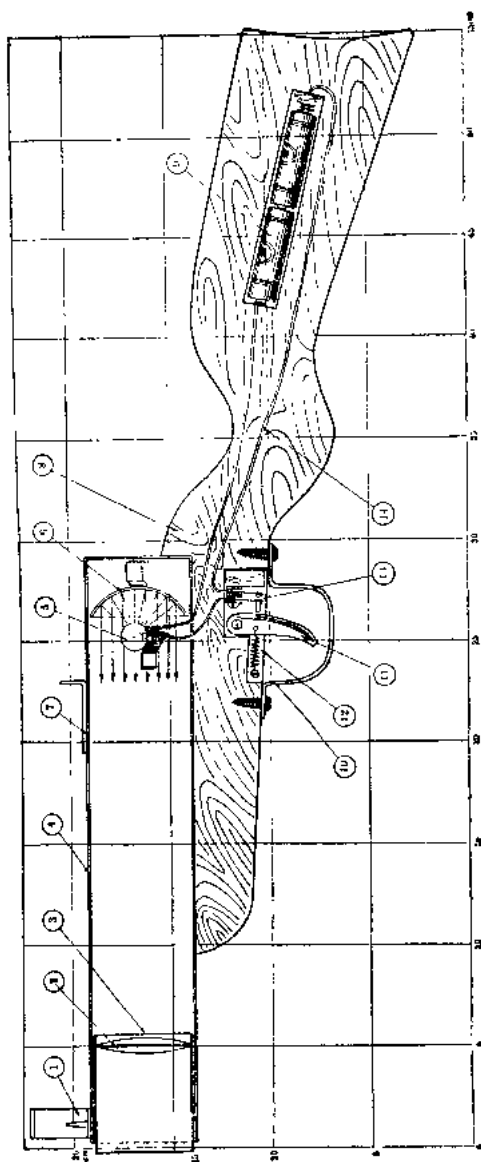
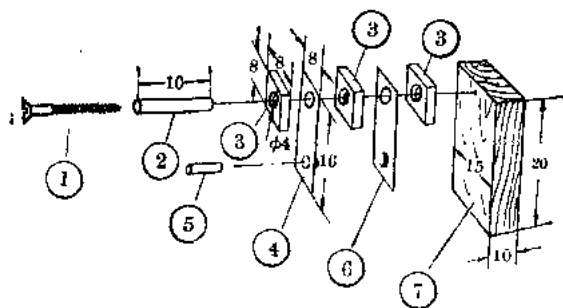
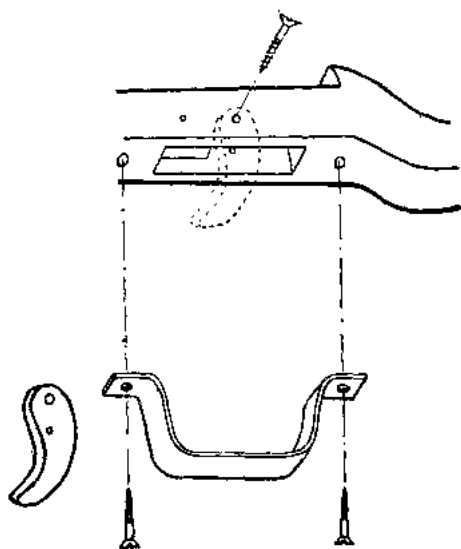

图 6-5
图 6-9
图 6-10
下面就来制作光电步枪。图 6-5 是按 50 毫米长的比例画
可以先做枪把,按图 6-5 的样子画出一个枪身图来,把图贴在一块厚 10 到 20 毫米的木板上,用锯子锯好,再用刀修削光滑,然后用沙纸打磨光洁。在要装扳机的地方用刀或木工凿挖出方孔来,准备放入扳机和开关。在枪托的部位挖出长方形凹槽,准备放入两节五号干电池。这样枪把基本上完成了。
接着可以按照图 6-9 的样子制作扳机开关。扳机开关的零件有下列几件：①是木螺钉，用来固定扳机开关和各个零件用的。在螺钉外面要套上一段 10 毫米长的塑料套管②（也可以在螺钉外面卷上四五层牛皮纸来代替），这段塑料套管的用处是使穿在螺钉上的两片弹性铜片④和⑥不致于因同螺钉接触而相互之间导电。③是用胶纸板做成的小方块绝缘垫块，厚度是 2 毫米，每块中心都钻有直径为 4 毫米的洞，以穿过套了塑料套管的木螺钉。④和⑥是两片弹性铜片，也就是这个扳机开关的二片弹性接触片，在④上焊一小片铜条⑤，使得这片铜片很容易和扳机接触（见图 6-5）。在弹性铜片接触的地方还焊有两小粒作为触点用的黄铜粒（可以用黄铜丝打扁了用，如用小银粒作为触点就更好了）。⑦是一块小木块。这些零件制作好了之后，就按图上的顺序一个个地穿在已套了塑料套管的木螺钉上，再把木螺钉拧紧到木块⑦上，小的扳机开关便做好了。
枪把上开了槽的地方装上扳机和扳机开关。按照图 6-10 的样子，用胶纸板（厚 2 毫米）制作一个扳机，把要安装
的地方钻一个孔,以便插入一只小螺钉作为扳机轴,在要固定扳机拉簧的地方也钻一个小孔,准备拉住扳机拉簧。用1毫米厚的铜片、铝片或铁片做一个扳机护板。接着就可以把扳机、拉簧、护板都按图6-10的样子装上去,装好之后的样子就象图6-5那样。
接着,按图6-5的总图样把2.5伏的小灯泡用一片小的弯角铜片焊到枪筒(外筒)里去,并使这个小灯泡的发光的灯丝正好在外筒的圆心位置上。这点很重要,要注意的是:并不是要灯泡在圆筒中心,而是要它的发光的灯丝在圆筒的圆心上。再在灯泡后面焊上铝片做的反光镜(在铝反光镜中心先用小铜铆钉铆上一小片弯角形的铁片,然后将这片铁片焊在枪筒的底壁上)。在焊上去之前,要找出使光线向前反射最强
在枪柄的凹槽中放入两节5号电池,并把电池串联焊好,把一根引出线按图6-5所示的样子同小灯泡焊好。然后,再把扳机开关上的木块用胶水粘在扳机的后面,使得扳机一扣,这个扳机开关就能受到扳机的按压而接通。把另一根引出线和小灯泡上的引出线按图6-5的样子接到开关上。这样,只要我们一扣扳机,枪管里的灯泡便会发光了。调整光点大小时,只要把枪筒对着十米外的墙壁(最好在傍晚或晚上试验,光点可以看得比较清楚),墙上出现一个光点后,就把内筒的透镜在外筒中前后慢慢地抽动,使光点聚成一个直径2~3毫米的小点,这时内筒的位置就定下来。如果光点老聚不小,或是总是长条状的,这说明是小灯泡灯丝没有装在圆筒的中心上,或是透镜装得不垂直于内筒,只要稍为修改一下就行了。
把做好的标尺和准星按图 6-5 的尺寸先用锡点焊在枪筒上，不要焊得太牢，因为还需要进一步的精确校准。